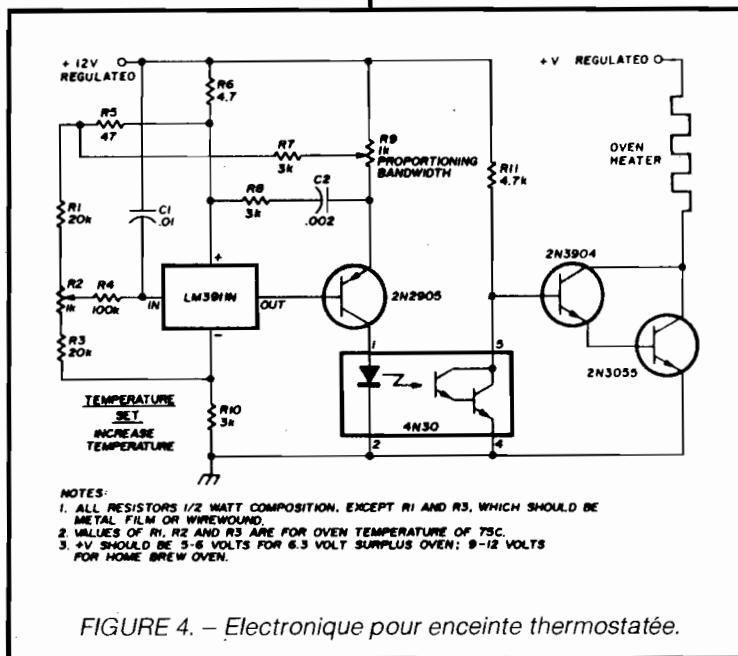

FIGURE 4. - Electronique pour enceinte thermostatée.
– La régulation électronique. Le chauffage se fait, soit par résistance, soit par semi-conducteur. Le contrôle de température est confié à un capteur spécialisé (voir fig. 4). Le système ainsi constitué est bien plus séduisant, mais guère plus efficace que le banal thermostat.